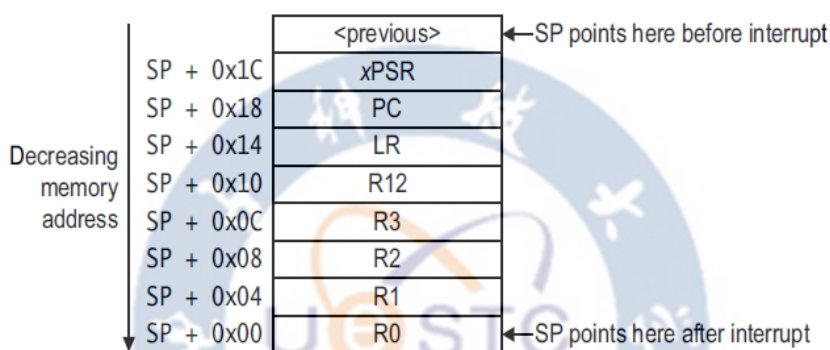

图 7-1 寄存器入栈
- 将 R0,R1,R2,R3,R12,LR,PC,xPSR 寄存器入栈，如图 7-1 所示；